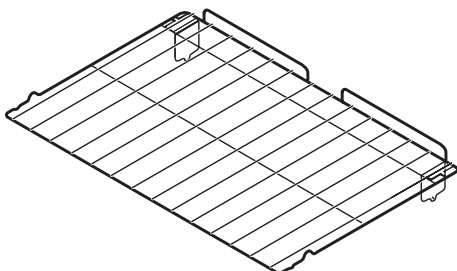

Figure 5
- La grille Effortless™ (Fig. 5 - Modèles B & C).